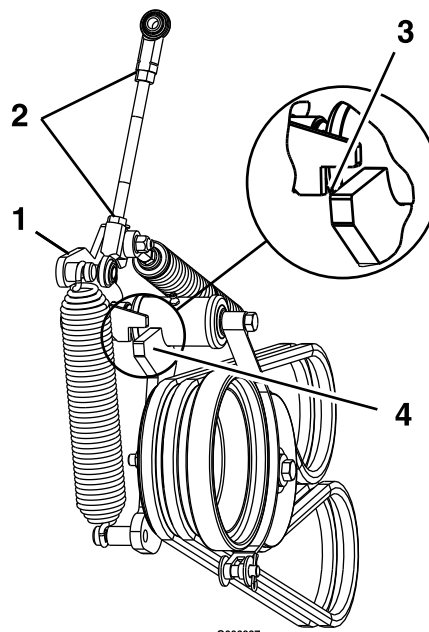

Figure 51
13. Desserrez les écrous de blocage et réglez la tringlerie jusqu'à ce que le haut du bras de renvoi soit aligné sur le bas du cran du bras de tension, comme montré à la Figure 51.